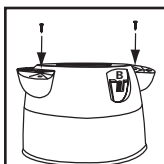

FIGURE 5
4. Assurez-vous que le porte-roulette soit complètement inséré dans le fond du réservoir. Fixez avec les vis fournies. **FIGURE 5**.